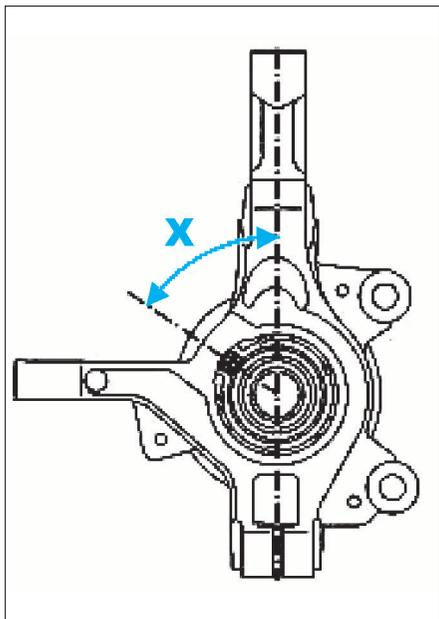

FIG. 13
- reposer le support du capteur de vitesse de roue et le positionner à un angle (X) de $35 \pm 5^\circ$ par rapport à la verticale (Fig.13). Cette position correspond au centre du logement.